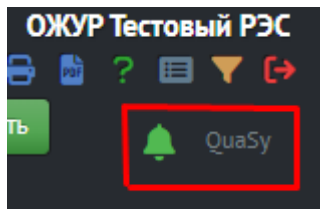

Рисунок 21 – Индикатор состояния уведомлений
- индикатор состояния уведомлений (Рисунок 21)